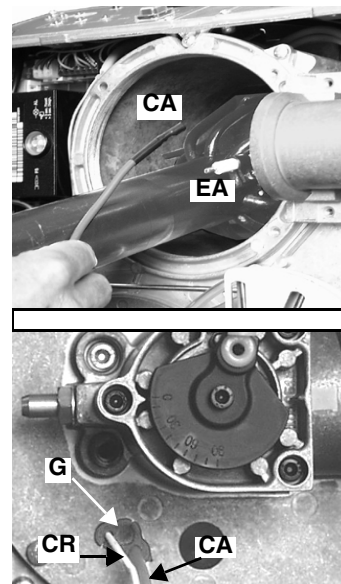

Fig. 43
- 3 Scoateti conectorul CR de la electrodul de ionizare (Fig. 43).
- 4 Decuplati cablul de aprindere CA al electrodului de aprindere EA (Fig. 43); scoateti-l din flansa demontand piesa cauciuc G(Fig. 43).